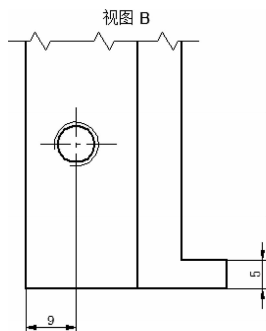

图 9-188 断裂向视图简单尺寸标注完成
(4) 断裂向视图中简单尺寸标注完成后如图 9-188 所示。